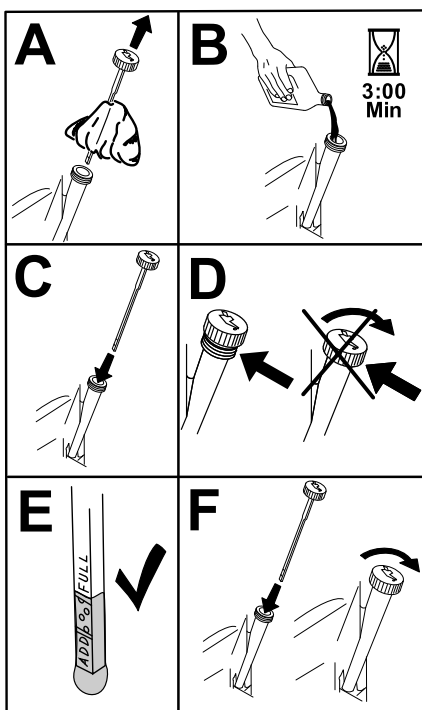

Figura 34
8. Deite cerca de 80% do óleo especificado no tubo de enchimento e adicione lentamente o óleo adicional até chegar à marca **Cheio** (Figura 34).